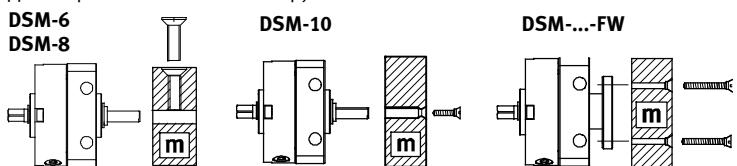

Fig. 5
- Задвиньте полезную нагрузку на выходной вал (вал со шпонкой/вал с фланцем) (Fig. 5).